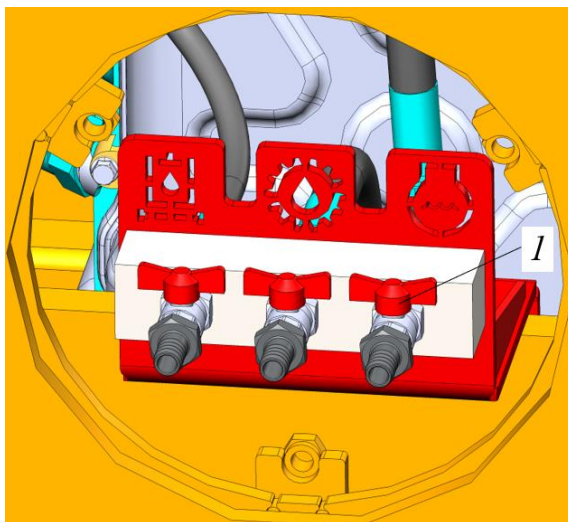

Рисунок 5.77. Кран слива охлаждающей жидкости
- ▶ Надеть подходящий шланг на штуцер крана 1, рис. 5.77. Для исключения ошибки слива не той жидкости, рядом с краном размещена соответствующая пиктограмма «Система охлаждения».
- Закрыть кран слива охлаждающей жидкости поз. 1, рис. 5.77, демонтировать шланг.